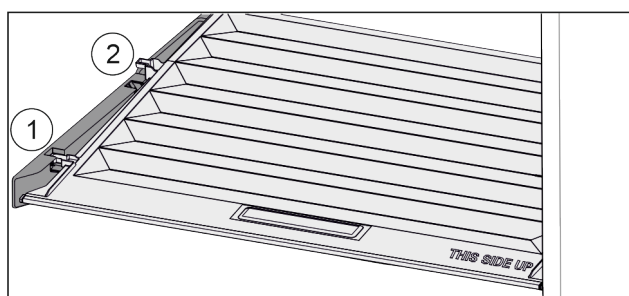

Fig. 68
- ▶ Tirer le couvercle vers l'avant jusque dans l'orifice des pièces de retenue Fig. 68 (1).
- ▶ Le soulever par le bas à l'arrière et le sortir par le haut Fig. 68 (2).